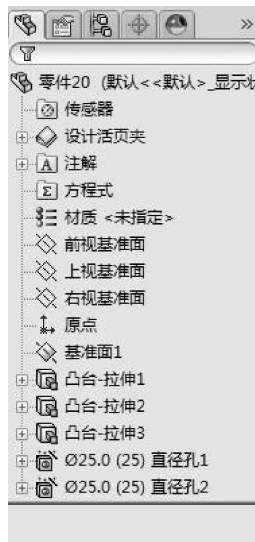

图 5-19 显示识别结果
- 07 单击【确定】按钮, 完成特征识别操作，特征属性管理中显示识别结果，如图 5-19 所示。